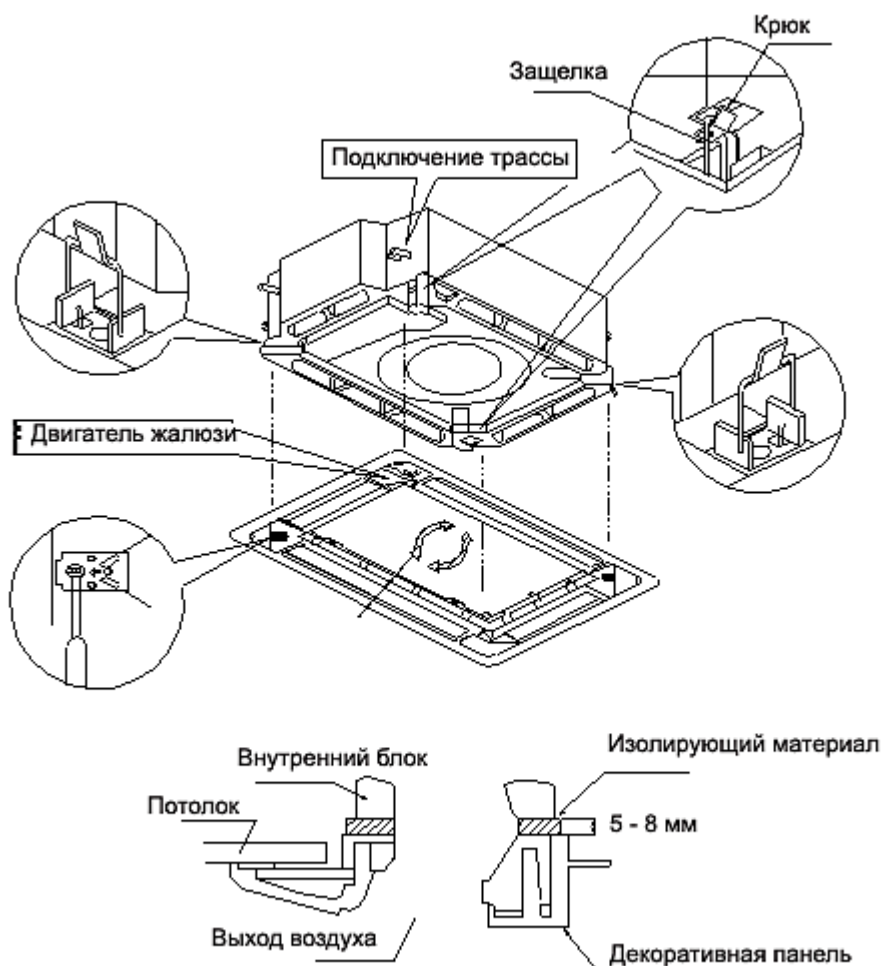

Рис. 4
1. Установите лицевую панель на корпус внутреннего блока так, чтобы двигатель жалюзи оказался в том же углу, в котором подключены трубы холодильного контура и электрические кабели (рисунок 4).
- ① Временно закрепите панель на корпусе кассетного блока. Подвесьте на крючки защелки панели, расположенные с обратной стороны жалюзи (2 защелки с противоположных сторон).
- ② Подвесьте на крючки оставшиеся 2 защелки. Будьте аккуратны – не зажмите изоляцией провода двигателя, поворачивающего жалюзи.
- ③ Ввинтите 4 винта с шестигранными головками, расположенные под защелками, примерно на 15 мм (панель внутреннего блока приподнимется вверх).
- ④ Отрегулируйте положение панели, поворачивая ее в направлении, указанном стрелкой на рис. 4. Панель должна плотно прилегать к подвесному потолку.
- ⑤ Затягивайте винты, пока толщина изолирующего материала между панелью и внутренним блоком не сократится до 5-8 мм.